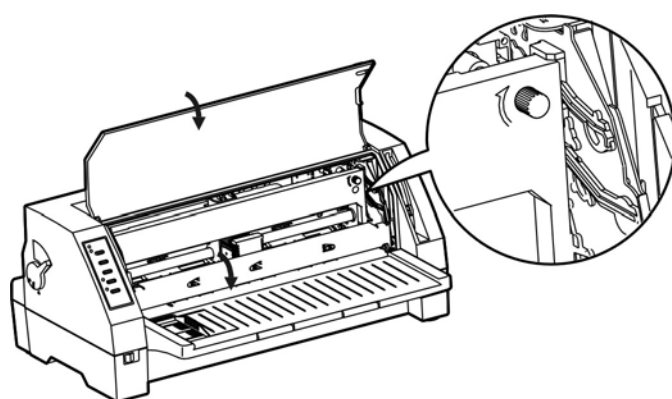

图 2-9 安装色带
6. 如图 2-9 所示，抓住色带盒的两边，使色带盒两边的卡扣对准打印机两侧的安装槽，稍用力向前推进，直到完全卡到住（发出咔嚓一声）。